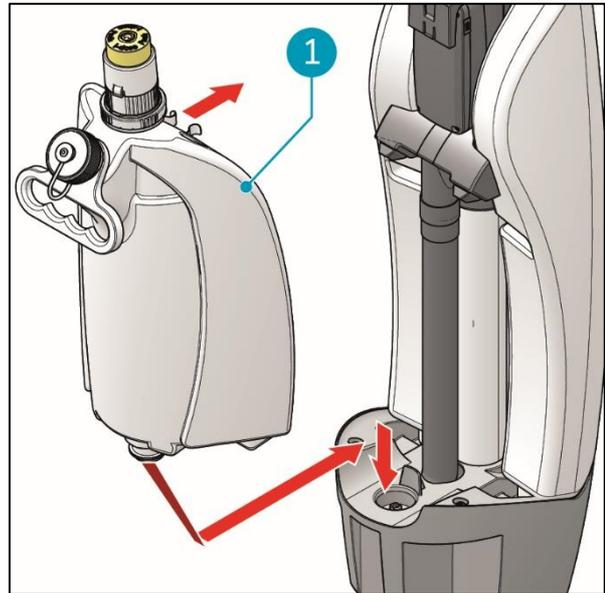

Figura 13
2. Mettere il serbatoio della soluzione detergente (Figura 13, pos. 1) sull'i-mop XXL Pro con la valvola per prima.